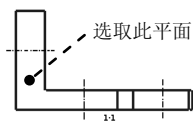
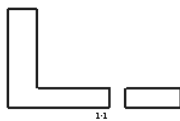

图 9.3.2 选择 Z 方向修剪的平面
图 9.3.3 Z 方向修剪后
Step4. 单击修剪参照后面的选取项目，再选取图 9.3.2 所示的平面，单击确定按钮，此时主视图显示如图 9.3.3 所示。